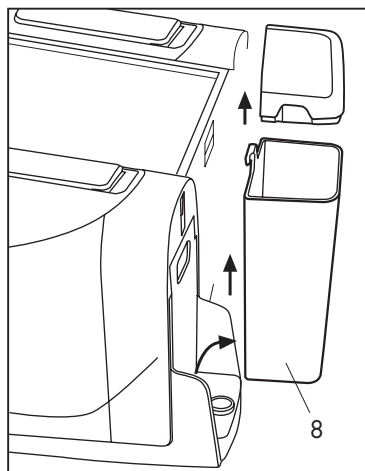

Fig. 1
- Estrarre i serbatoi (8) dalla macchina tirandoli verso l'alto, quindi rimuovere i coperchi (Fig.1)